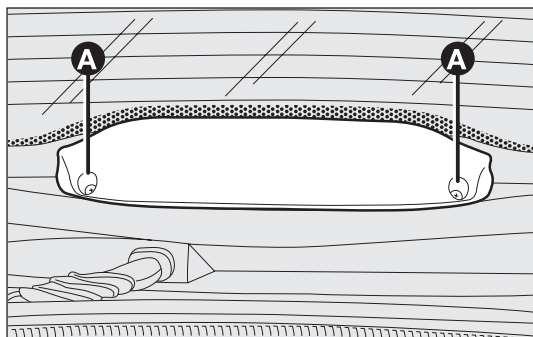

fig. 157
- dévisser les deux vis A-fig. 157 et enlever le couvercle complet ;